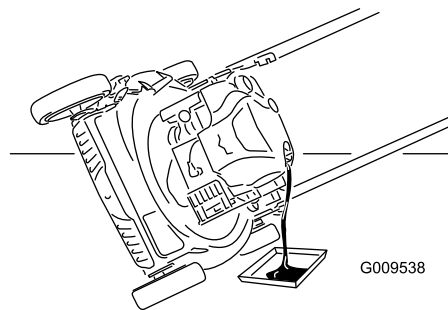

Рисунок 27
3. Для слива отработанного масла через маслозаливной патрубкок переверните газонокосилку набок воздушным фильтром вверх (Рисунок 27).
4. Медленно заливайте масло в маслозаливной патрубкок до тех пор, пока уровень масла не достигнет отметки **Full (ЗАПОЛНЕНО)** на масломерном щупе (Рисунок 27). **Не допускайте переполнения картера.** (Макс. объем масла: 0,59 л (20 унций.), тип: автомобильное моющее масло (SAE 30), имеющее классификацию API: SF, SG, SH, SJ, SL или выше.)